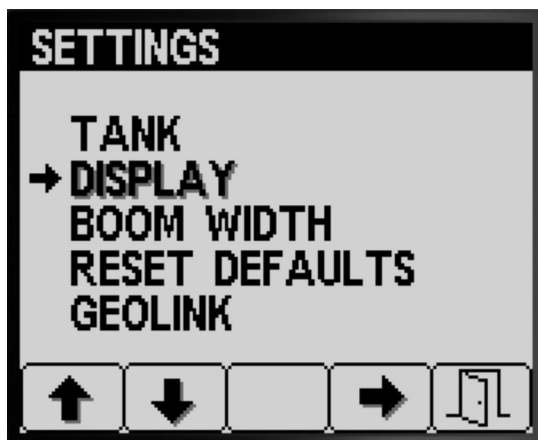

Figura 16
1. Premete il pulsante 1 o 2 per navigare fino all'opzione DISPLAY (Figura 16).
2. Premete il pulsante 4 per selezionare il sottomenu DISPLAY (Figura 16).